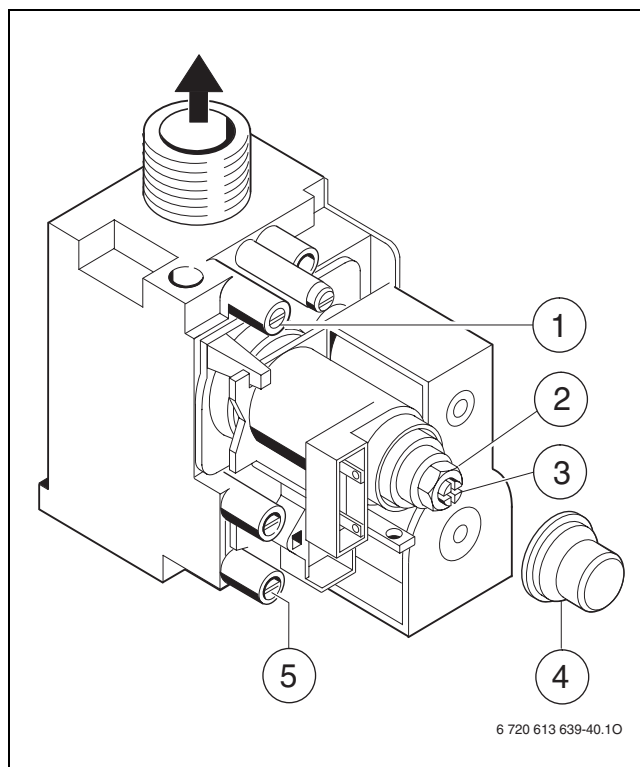

Fig. 31 Vană de gaz
- ▶ Desfaceți șurubul de etanșeitate la punctul de măsurare pentru presiunea înaintea duzei (→ fig. 31, [1]) și racordați manometrul cu tub U.
- ▶ Înlăturați capacul (→ fig. 31, [4]).
- ▶ Consultați tabelul de la pagina 55 pentru presiunea „maximă” înaintea duzei. Setați presiunea înaintea duzei din șurubul de reglaj pentru cantitatea maximă de gaze (→ fig. 31, [2]). Rotire spre dreapta - cantitate mai mare de gaze, rotire spre stânga - cantitate mai mică de gaze.
- ▶ Presiunea înaintea duzei indicată pentru „min” (mbar) se găsește în tabelul de la pagina 55. Setați presiunea înaintea duzei din șurubul de reglaj pentru cantitatea minimă de gaze (→ fig. 31, [3]).
- ▶ Desfaceți presgarnitura de la orificiul de măsurare a presiunii de curgere a gazelor prin racord (→ fig. 31, [5]) și racordați aparatul de măsurat presiunea.